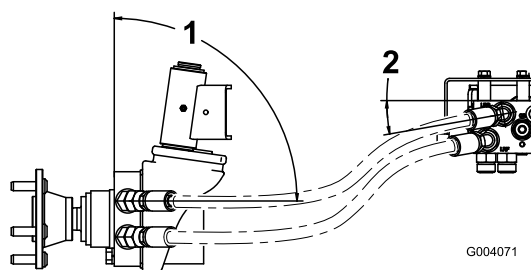

Figure 7
- Acheminez les 2 flexibles gauches jusqu'au moteur de la roue gauche. Branchez le flexible supérieur du collecteur au raccord supérieur du moteur de roue et le flexible inférieur du collecteur au raccord inférieur du moteur de roue (Figure 7). Si les flexibles ne sont pas correctement acheminés ils peuvent toucher les pneus ou le pare-chocs arrière et être endommagés.